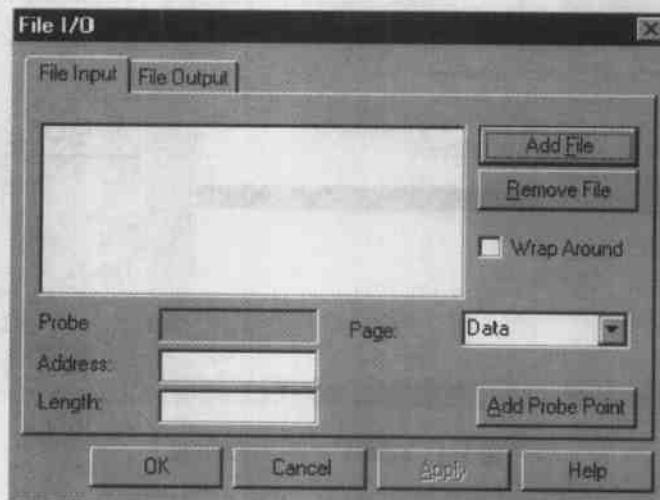

图 3.5 File I/O 对话框
(11) Data→Save 将 DSP 目标系统板上存储器中的数据加载到主机上的文件中,该命令和 Data→Load 是一个相反的过程。
(12) File I/O 允许 CCS 在主机文件和 DSP 目标系统板之间传送数据,一方面可以从 PC 机文件中取出算法文件或样本用于模拟,另一方面也可以将 DSP 目标系统处理后的数据保存在主机文件中。File I/O 功能主要与 Probe Point 配合使用。Probe Point 将告诉调试器何时从主机文件中输入/输出数据。File I/O 功能不支持实时数据交换。实时数据交换应使用 RTDX。当单击该命令时,会出现如图 3.5 所示的对话框。